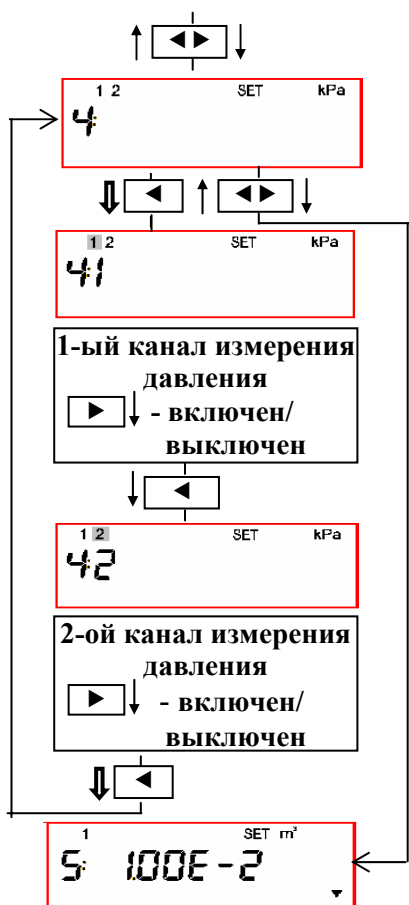

Рис. 7.5. Порядок ввода параметров, помеченных тремя звездочками “\*\*\*” (напр.: выбор каналов измерения давления)
**Примечание:** Ввод значений параметров, соответственно помеченных "\*" (рис.7.3), "\*\*" (рис.7.4), "\*\*\*" (рис.7.5), производится аналогично.
Порядок ввода значений параметров, на рис.7.2. помеченных тремя звездочками “\*\*\*”, представляется в рис.7.5.